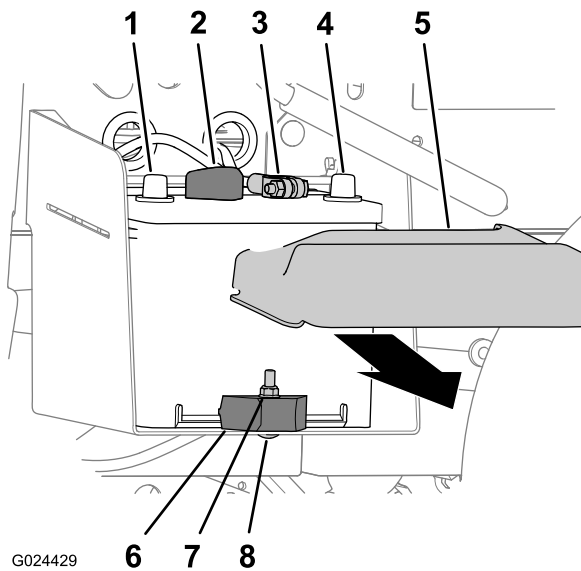

图 47
- 挤压电池盖的侧面从电池顶部取下电池盖图 47。
2. 将负极电池接线与电池的端子断开图 47。
3. 将正极电池接线与电池的端子断开图 47。
2. 卸下将电池固定到电池托盘的锁紧螺母、托架螺栓和电池夹图 47。
3. 从电池托盘中取出电池图 47。
1. 将电池与机器的电池托盘对齐图 47。
注意 如图 47 所示确保电池的正极和负极对齐。
2. 用电池夹、托架螺栓和锁紧螺母将电池固定到电池托盘图 47。
1. 将正极电池接线连接到电池的端子图 47。
2. 将负极电池接线连接到电池的端子图 47。
3. 将电池盖安装到电池的顶部图 47。